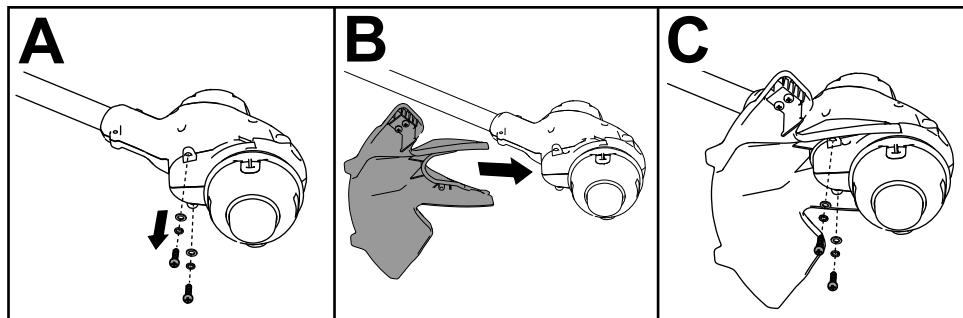

Figure 5
1. Retirez les 2 vis à tête creuse, 2 rondelles et 2 entretoises de la base de la débroussailleuse (A de la Figure 5).
2. Placez le déflecteur sur la base de la débroussailleuse (B de la Figure 5).
3. Fixez le déflecteur sur la bas de la débroussailleuse à l'aide des 2 vis à tête creuse, des 2 rondelles et des 2 entretoises retirées précédemment (C de la Figure 5).